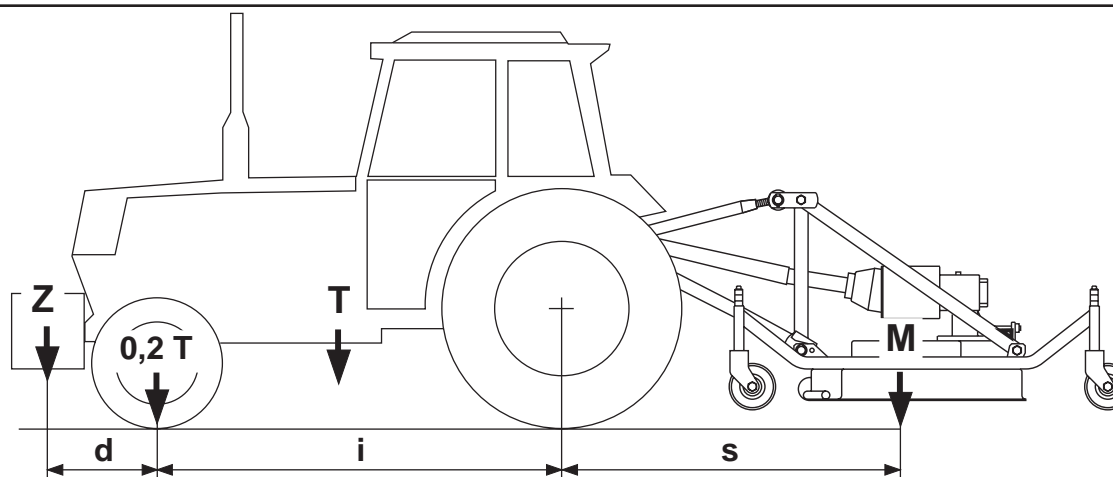

Fig. 14
Der Anbau eines Zusatzgerätes am Schlepper führt zur Verlagerung der Achslasten (Abb. 14).
*L'application d'un équipement supplémentaire au tracteur entraîne une répartition différente des poids sur les essieux (Fig. 14).*
La aplicación de un equipo adicional al tractor, implica una distribución del peso distinta sobre los ejes (Fig. 14).